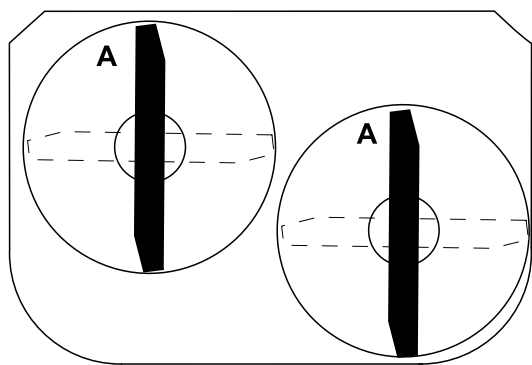

Figura 49
1. Gire las cuchillas hasta que los extremos estén orientados hacia adelante y hacia atrás (Figura 49).